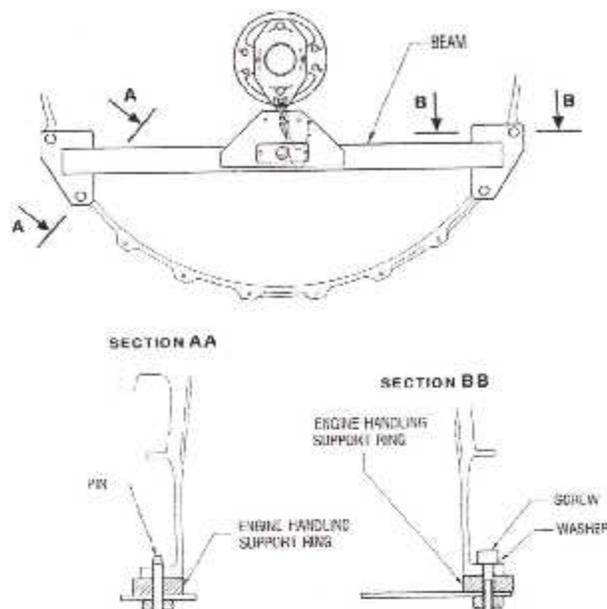

Fig. III. 21 : Installation du Beam (poutre), 856A3704G01.
- On desserre les écrous à mollette et on tourne les brides de serrage pour fixer **support** au disque fan, puis on le sécurise par les quatre (04) écrous à mollette. Les flèches doivent être placées en position externe radiale.
f. On installe the **Beam (poutre), 856A3704G01** (fig. III. 20, reférez vous a la fig. III. 21 comme suit: